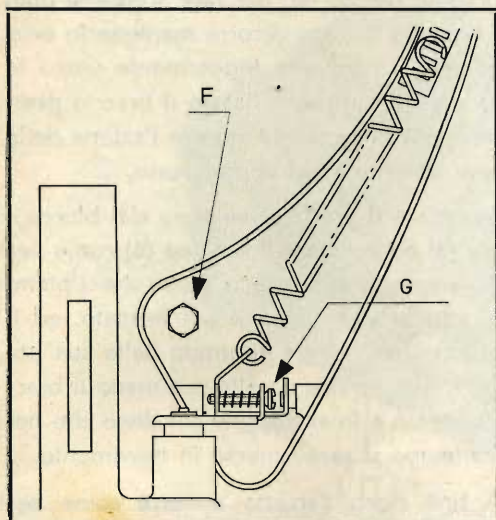

Fig. 5 - Regolazioni braccio rivelatore
(G) fig. 5. Girando la vite in senso antiorario, il punto di caduta si avvicina al centro del piatto; in senso orario se ne allontana.